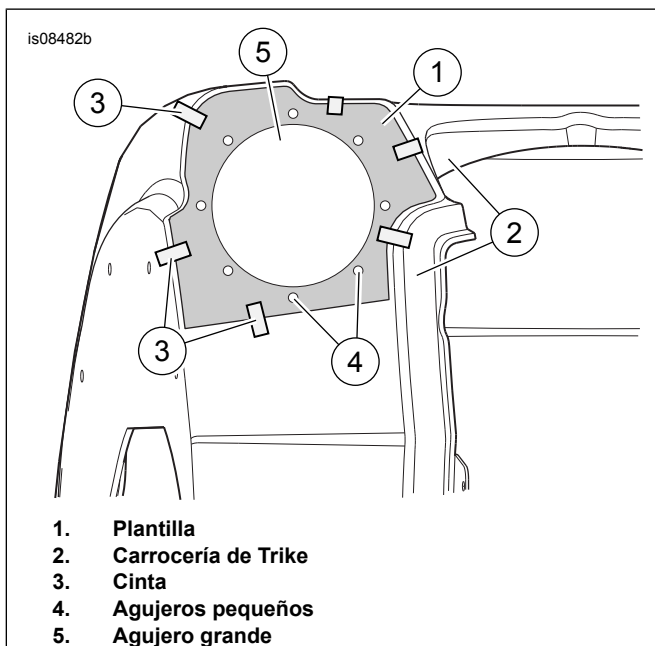

Figura 1. Ubicación de la plantilla
1. Ver Figura 1 . Alinear la plantilla (1) con un lado de la carrocería del triciclo (2). Los bordes de la plantilla se alinean con las aristas tangentes de las rondas de trabajo de la carrocería. Asegure la plantilla con cinta (3). Hacer una marca con punzón central en las ocho ubicaciones de los orificios pequeños (4). Marcar el orificio grande (5) con un lápiz de grasa o marcador que contraste.